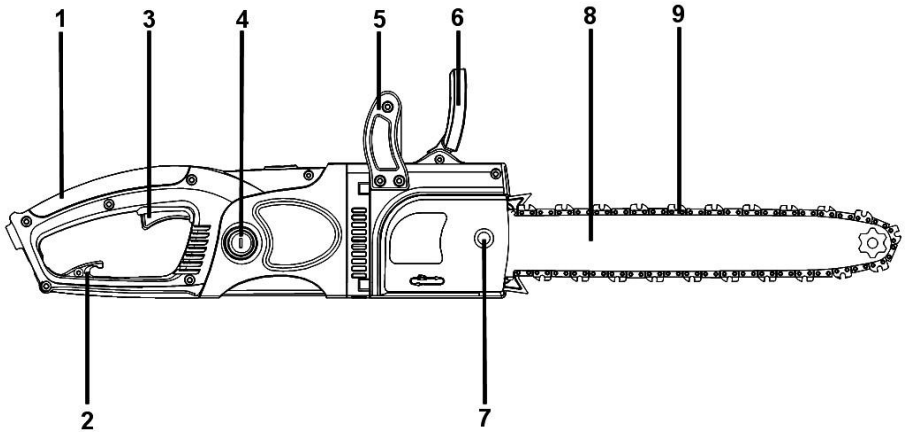

Рисунок 1
3.1.2 Відкрутіть фіксатор (7, рисунок 1), від'єднайте захисну кришку приводного зубчастого колеса.